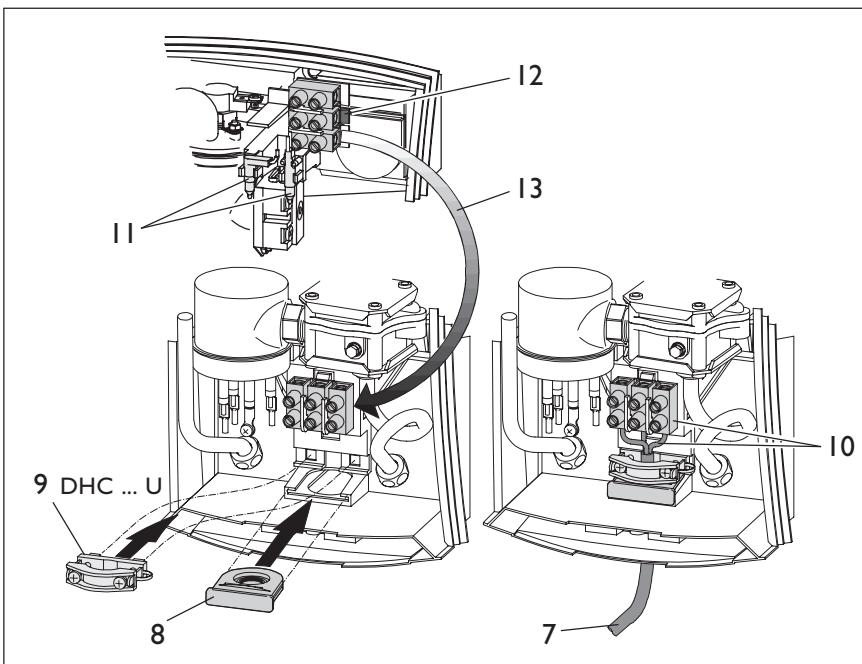
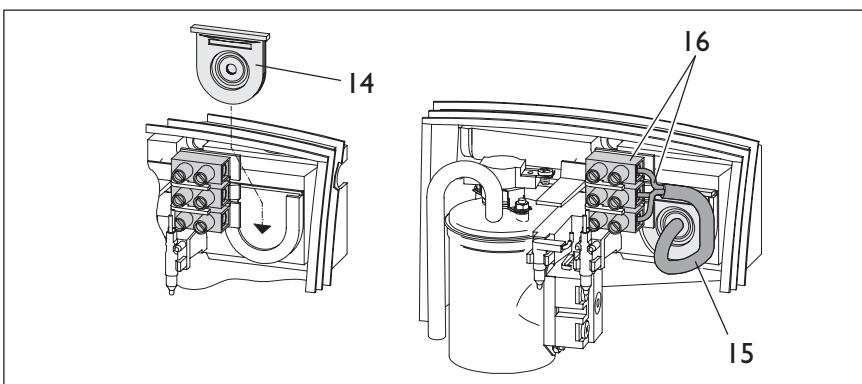

Рис. 16
Рис. 17
3. Электрический кабель укоротить в соответствии с рис. 16 и изолировать (кроме прибора DHC 3 U).
Для защиты от попадания воды необходимо использовать уплотнение кабеля (рис. 16, поз.8 и рис. 17, поз. 14). Вырезать отверстие в уплотнительной шайбе в соответствии с толщиной электрического кабеля
DHC 6 U (рис. 16)
- Подключение в верхней части прибора/ открытая или скрытая проводка (рис. 17)